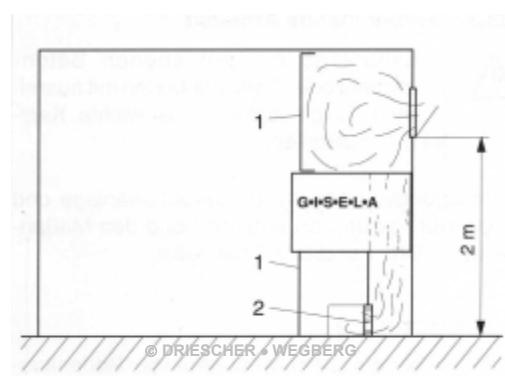

Bild 4 / Illustration 4
- Hierbei eine druckfeste Verblendung (1) einbauen, um das Entweichen des Druckes in den Kellerraum oder in die gemauerte Station zu verhindern. Für den Druckabbau nach außen eine Öffnung (2) [Mindestquerschnitt – 0,25m²] mit zwei Lagen Streckmetall einbauen. (Bild 4).